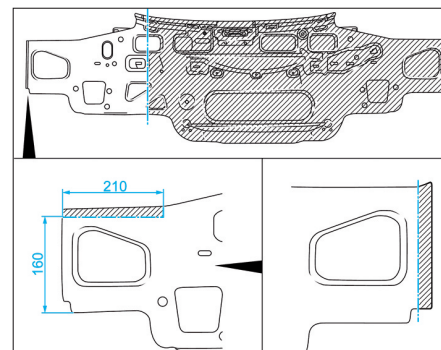

FIG. 56
• Couper aux dimensions la jupe arrière intérieure neuve (Fig.56).